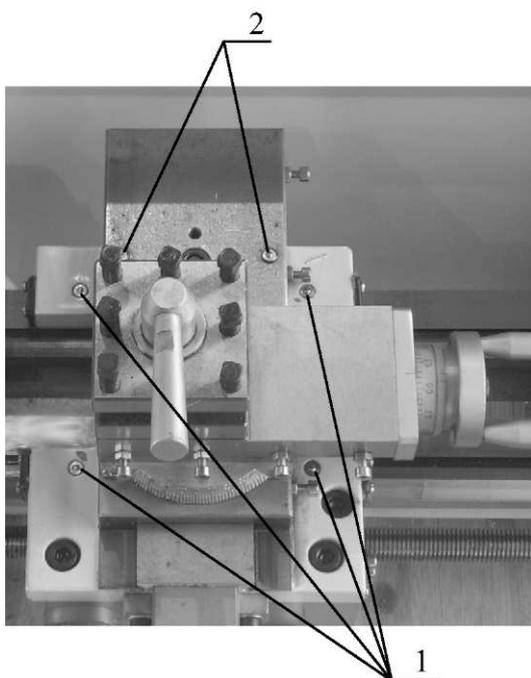

Рис. 13
8.2. Смазку направляющих суппорта производите ежедневно через 4 смазочных отверстия 1 (Рис. 13) жидкой смазкой.
8.3. Смазку направляющих поперечных салазок производите ежедневно через 2 смазочных отверстия 2 (Рис. 13) жидкой смазкой.